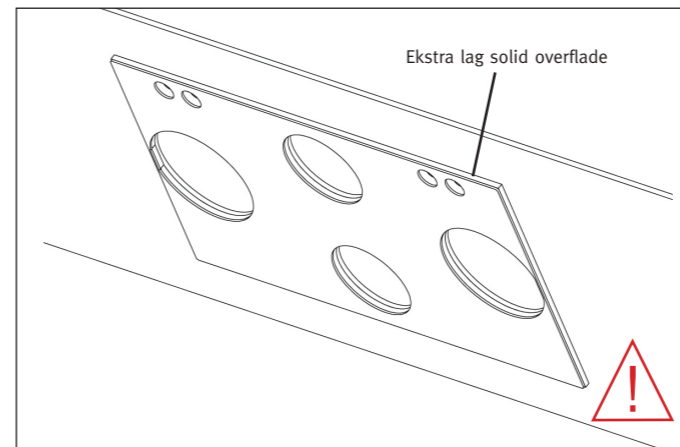

Fig. B1
- Lim altid et ekstra lag fast overflade med de samme dimensioner som varmediffusoren på undersiden af bordpladen. Dette lag skal have samme tykkelse som bordpladen (fig. B1).